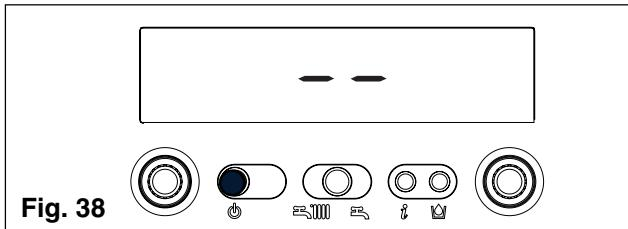

Fig. 38
- ! Parametrii de operare trebuie programati atunci cand centrala este oprită. Pentru aceasta, apasati butonul  pana ce este afisat simbolul - - (fig. 38).
Pentru resetare, apasati butonul  (fig. 38).